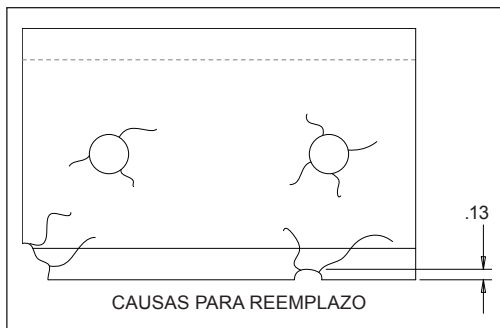

Figura 5.1 - Causas para reemplazo
1. Hay grietas, esquinas rotas o mellas mayores que 1/8" (3 mm) (Figura 5.1).